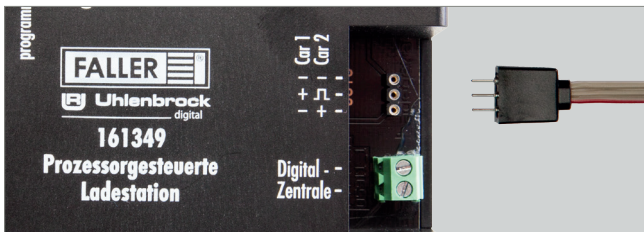

Abb. 3: Ladekabel an Ladestation anschließen
- ▶ Stecken Sie den Stecker an einem Ende des Ladekabels in die Buchse der Ladestation an, siehe Abb. 3.